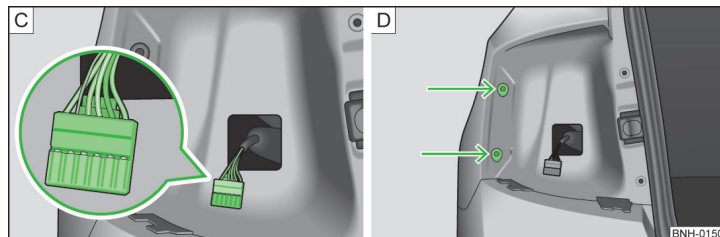

Abb. 167 Leuchtenstecker / Leuchte einbauen
- Den Stecker vorsichtig von der Rückleuchte abziehen » Abb. 167 - **C**.
- Die Leuchte in die Aufnahmen in der Karosserie einsetzen » Abb. 167 - **D**.